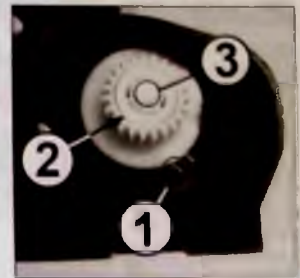

Рис. 26
Располагают узел электромагнитной муфты вала подачи к себе. Освобождают жгут подключения электромагнитной муфты из пазов прокладки. Освобождают фиксатор (1 на рис. 26), перемещают муфту (2)